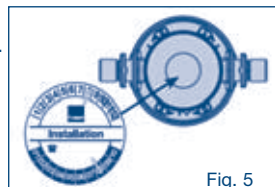

Fig. 5
6. Escriba la fecha (mes/año) de la instalación en el adhesivo de montaje adjunto y péguelo en la cabeza filtrante (consulte la Fig. 5).